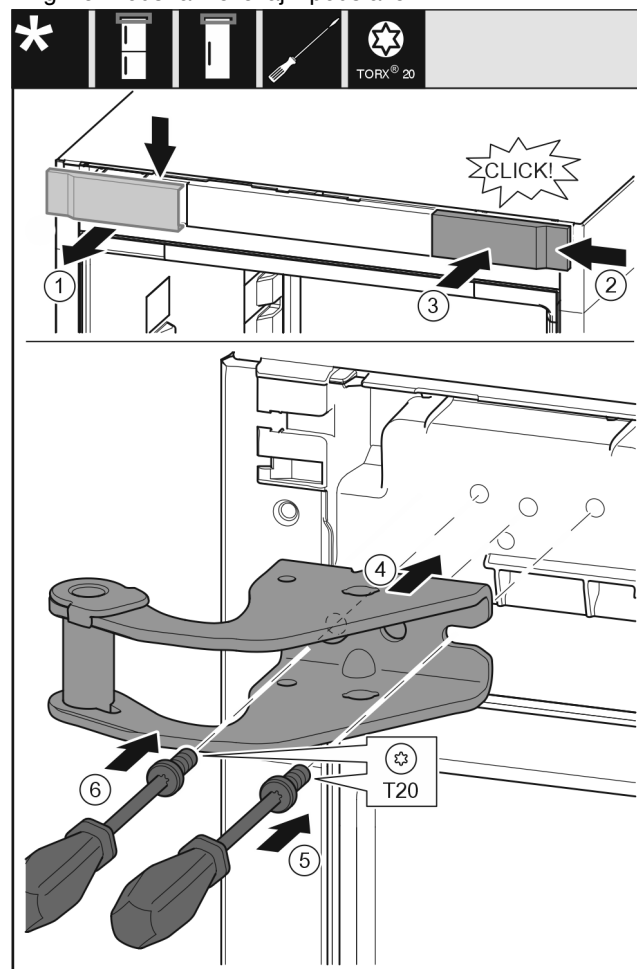

Fig. 10
- Pokrov snemite od zgoraj v smeri naprej. Fig. 10 (1)
- Pokrov, obrnjen za 180°, namestite na drugi strani z desne strani. Fig. 10 (2)
- Zatakните pokrov. Fig. 10 (3)
- Pristavite zgornji ležajni podstavek. Fig. 10 (4)
- Vijak vstavite z izvijačem T20 in ga zategnite. Fig. 10 (5)
- Vijak vstavite z izvijačem T20 in ga zategnite. Fig. 10 (6)